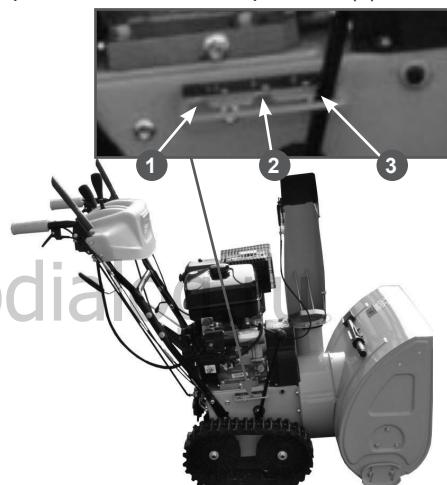

Рис.28
Кроме полозков для регулировки высоты кожуха шнека, снегоотбрасыватель оборудован механизмом установки рабочего положения снегоотбрасывателя, который приводится в действие рычагом (1) Рис.28.